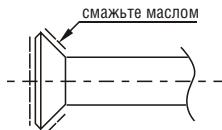

Рис. 9
• Поверхность растрела и накидной гайки смажьте маслом и поверните гайку на 3–4 оборота руками, перед тем, как затягивать гайку ключом (рис. 9).